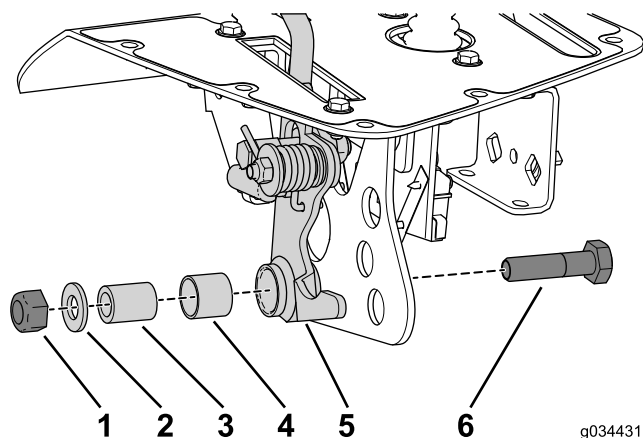

Figura 22
- Utilizzate il dado di bloccaggio, la rondella piana, il tubo distanziale e il bullone che avete rimosso in precedenza per fissare il gruppo della maniglia alla staffa (Figura 22).